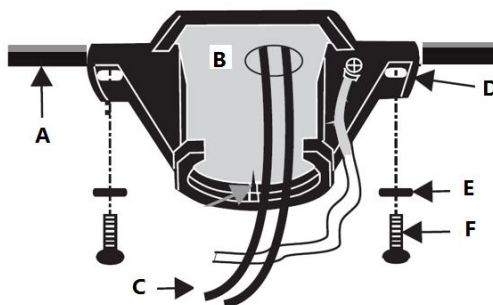

Fig. 7
Pase los cables de corriente (C) de la caja eléctrica del techo (B) por el centro del soporte mural del techo (D). Instale el soporte mural del techo (D) en la caja eléctrica (B) con los tornillos de montaje (F) incluidos con la caja eléctrica y las arandelas (E) incluidas con el ventilador. Fig. 7